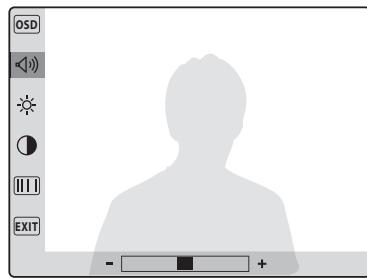

Fig. 18
- Attivare il menu delle regolazioni premendo il pulsante  (**Fig. 18**).
- Il volume della fonia (8 livelli, **Fig. 18**);